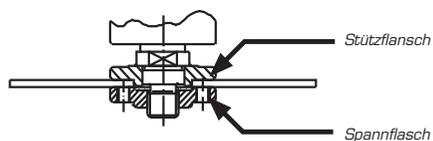

Abb. 9
- a) Für dünne Schleifkörper mit einer flachen Innenseite schrauben Sie den Spannflansch (8) mit dem hervorstehenden Ansatz vom Schleifkörper wegzeigend an (Abb. 9).